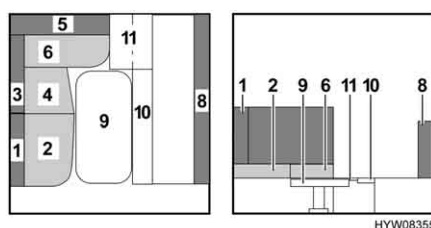

Fig. 75 Durante la trasformazione
- Sollevare leggermente la rete del letto (Fig. 75,10) ed estrarla fino all'arresto.
- Inserire la base del cassone letto (Fig. 75,11) tra il cassonetto del divano trasversale e la rete del letto del divano estratta. Prestare attenzione alla rientranza sul lato del divano trasversale. I due perni sul lato inferiore della base del cassone letto devono infilarsi tra gli spazi della rete del letto.